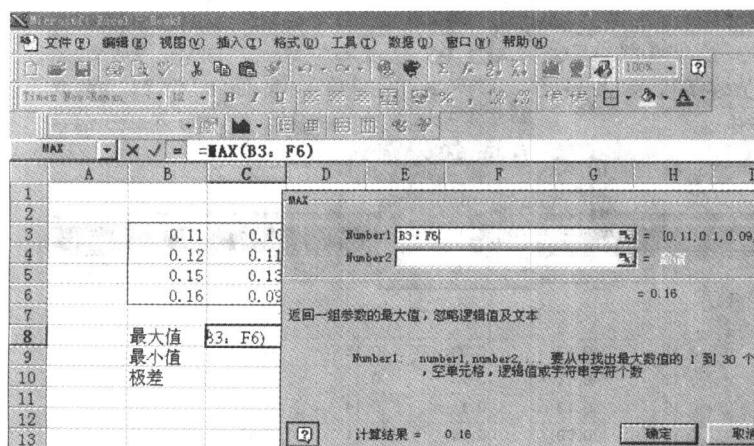

图 2-3 确定数据范围
(4) 点击[确定]键，在Number1中填入表示所列入统计数据范围B3：F6，见图2-3。